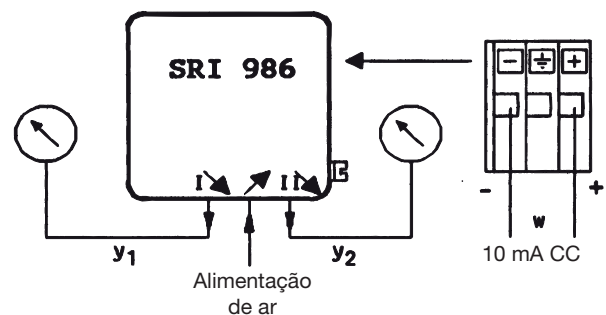

Fig. 25: Circuito de teste para posicionador de atuação dupla
- g) Conecte o posicionador conforme mostrado no circuito de teste, Fig. 25. Predefina a alimentação de ar para 6 bars.